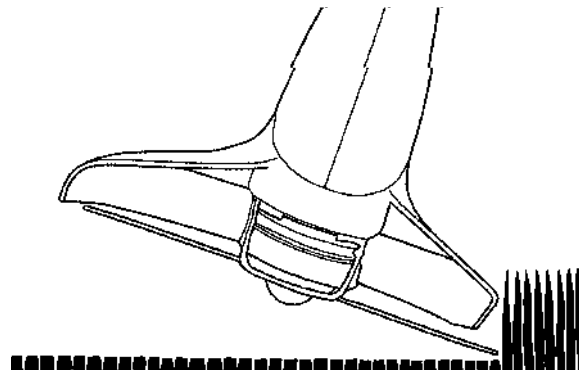

Fig. 12
4. **CORTE MAS CERCANO** (Fig. 12). Posicione el cabezal un poco inclinado, siempre corte alejado de personas y del operador.